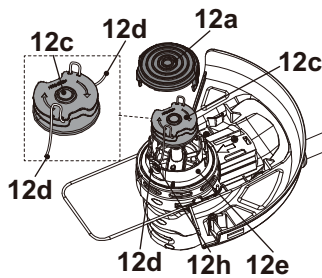

Fig. 24
6. Suelte el hilo de corte (12d) de las hendiduras y manténgalo en su posición. Evite que el hilo de corte (12d) se desprenda del carrete de corte (12c) (Fig. 24, paso 1).
7. Pase el hilo de corte que termina por el orificio (12h) en la carcasa (12e) (Fig. 24, paso 2).
9. Introduzca el carrete de corte (12c) en la carcasa (12e) (Fig. 24, paso 3). Gire el carrete hasta que se encaje en su sitio.